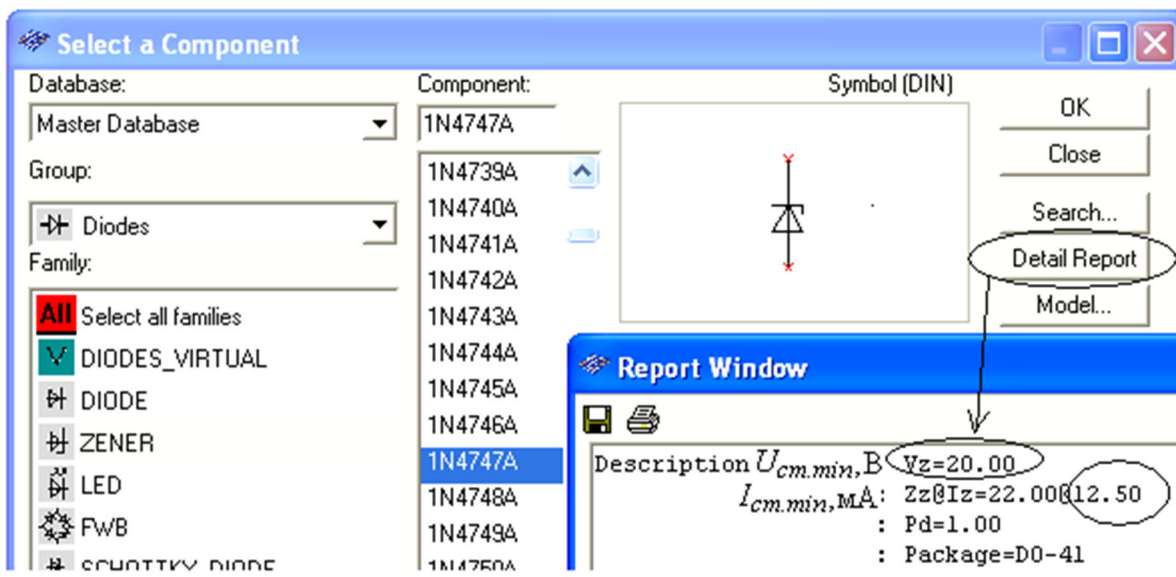

Рис. 21.12
– после двойного щелчка мышью на изображении стабилитрона **VC** в открывшемся окне **щёлкнуть** мышью на кнопке команды **Replace** (Заменить), затем последовательно на кнопках команд или заставок **Diodes/Zener/ /1N47..A/Detail Report**, где **1N47..A** тип стабилитрона (рис. 21.12). **Выписать** из отмеченных эллипсами закладок значения напряжения пробоя (**Vz**) стабилитрона и тока (**Iz**), например для типа **1N4747A**  $U_{cm\ min} = 20$  В и ток  $I_{cm\ min} = 12,5$  мА, и **занести** их в табл. 21.2;